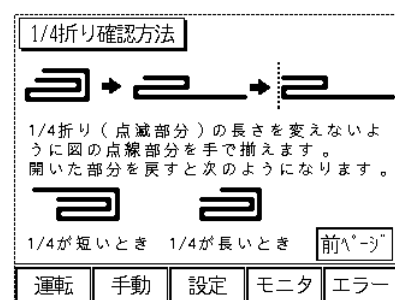
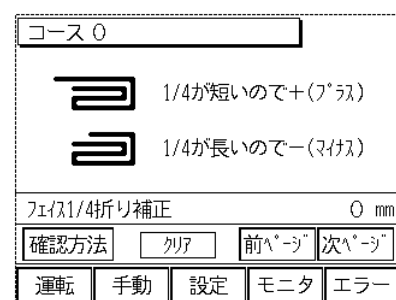

図7-12
図7-13
- ・ 各折り補正画面(図7-13,14)の **確認方法** を押すと1/4折り確認法画面(図7-12)に切り替わります。
- ① 折りたたまれ落下したままの状態ではタオルを取りだし、一番上の部分を開きます。
- ② 1/4折り部の長さを変えないように点線部分を揃えてください。(図7-12)
- ③ 開いた部分(一番上)を戻すと右図下段(図7-12)のように1/4が短いか、長いかが確認できます。
2) フェイス1/4折り補正(図7-13)